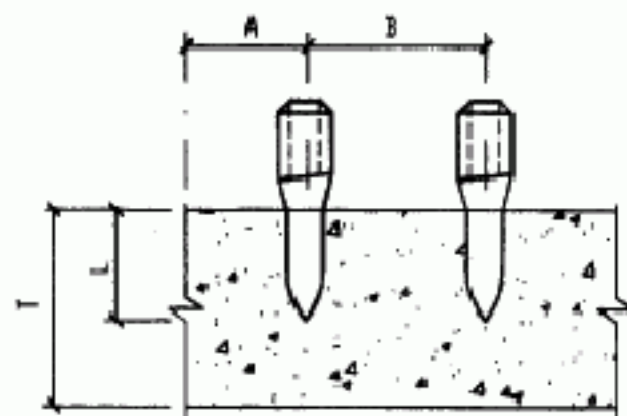

图2
1.1.2.1 基体的厚度 $T\geq 2L$ (见图2),薄壁构件宜用短的射钉。